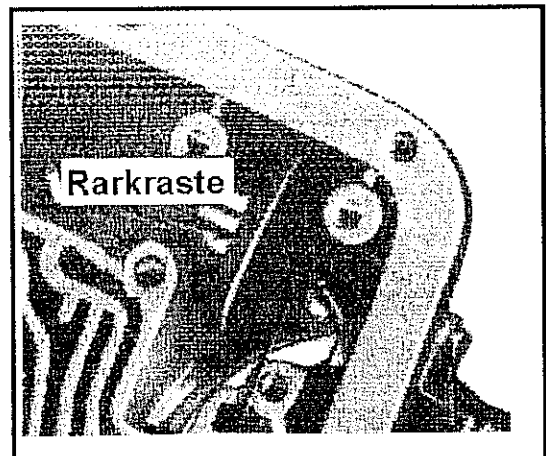

Abb. 10-139 Einbau der Parkraste
- Die Parkraste einsetzen, die Spitze zeigt herbei zur Innenseite des Getriebegehäuses. Siehe Abb. 10-139.